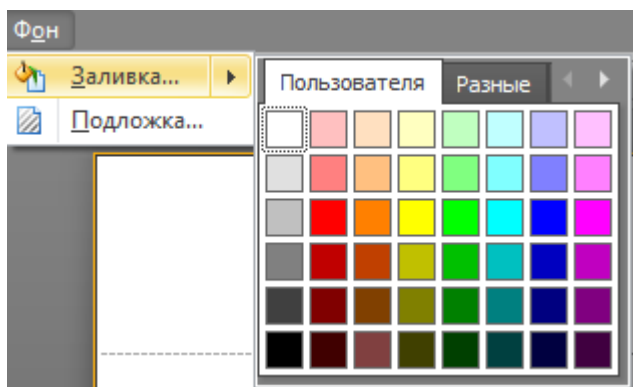

Рисунок 133
8.3 Контекстное меню Фон (рис.133)